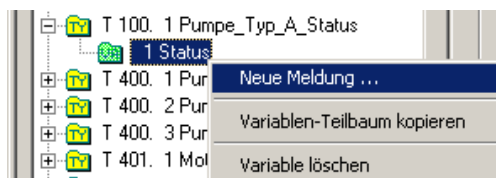

Bild 4-32 Anlegen einer Meldeverarbeitung
1. Selektieren Sie mit der rechten Maustaste die zu bearbeitende Variable und öffnen Sie das Auswahlménü (siehe Bild 4-32).